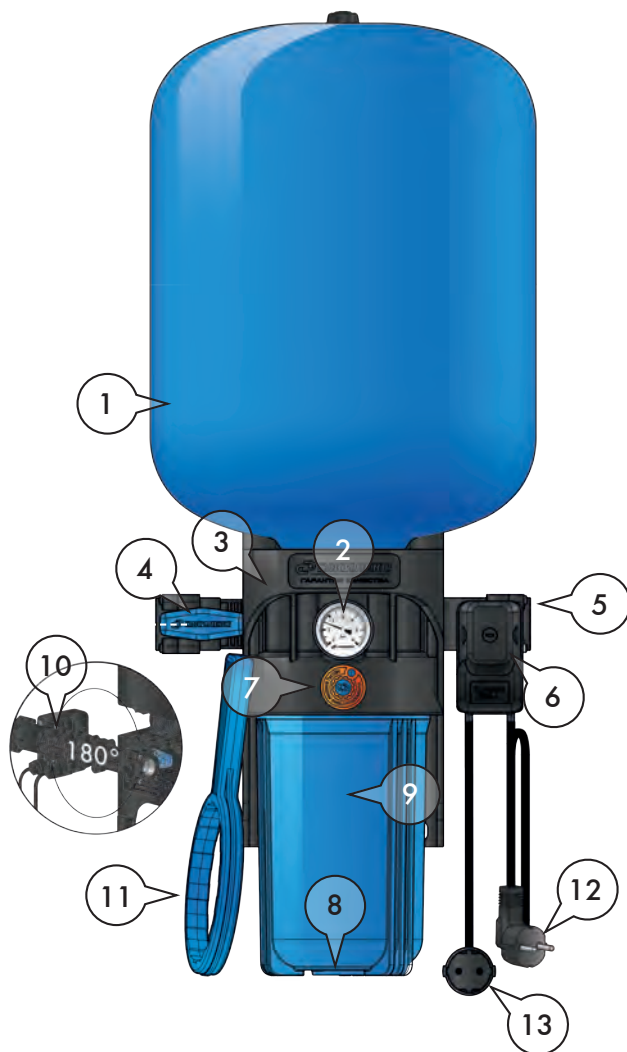

Рисунок 3
КРАБ-Т (рисунок 3) содержит стационарно закрепляемый на опорной поверхности (стене) корпус (3), являющийся базой; к нему присоединяются:
- гидроаккумулятор (1); гидроаккумулятор имеет наружную резьбу на фланце и навинчивается сверху на корпус, содержащий ответное резьбовое отверстие, уплотняется торцевым или радиальным эластичным уплотнителем;
- пластмассовая колба (9) для картриджа с сливной пробкой (8). Колба картриджного фильтра имеет наружную резьбу и навинчивается снизу на корпус, содержащий ответное резьбовое отверстие, уплотняется торцевым или радиальным эластичным уплотнителем; в нижней части колбы расположена сливная пробка, уплотняемая эластичным уплотнителем; для монтажа/демонтажа колбы к комплекту прилагается ключ (11);
- манометр (2);
- устройство индикации месяца замены фильтрующего картриджа (7);
- съемный коллектор (10), который содержит встроенный шаровой кран (4) с резьбовым патрубком на выходе, обратный клапан с резьбовым патрубком на входе (5), соединительный штуцер для реле давления; коллектор содержит 3 цилиндрических патрубка и вставляется в ответные отверстия корпуса с возможностью обеспечить подачу воды слева направо или справа налево; уплотняется эластичным уплотнителем, фиксируется на корпусе винтами;
- реле давления РДМ – 5 (6).